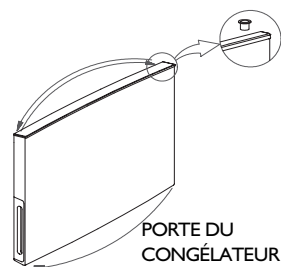

Fig. 8
6. Réinstallez la douille supérieure et le capuchon correspondant (Fig. 8). Retirez la douille inférieure et déplacez-la du côté gauche (Fig. 8).